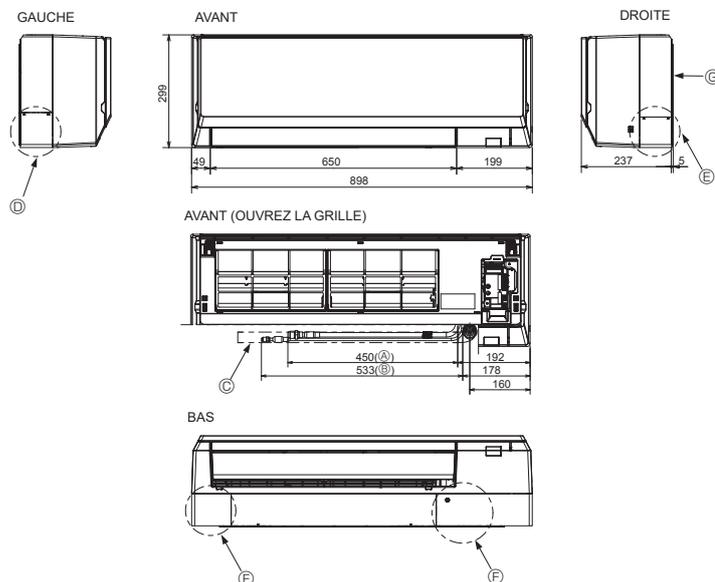

Fig. 4-3
4.3. Mise en place des tuyaux de réfrigérant et d'écoulement (Fig. 4-3)
- ⓖ Planche d'installation ①